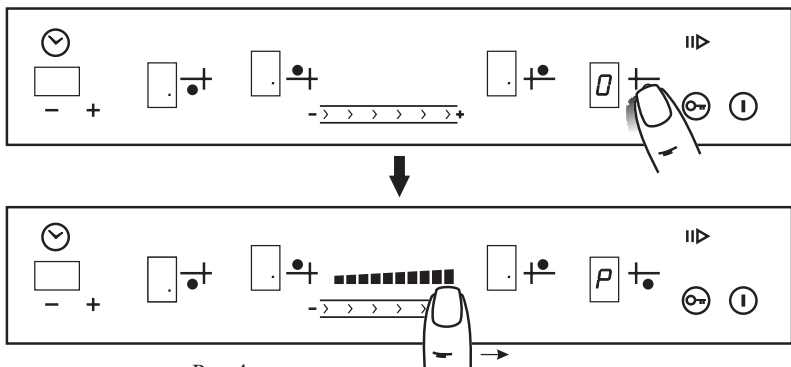

Рис.4
1. Коснуться зоны « $\text{\textcircled{2}}$ » с обозначением выбранной конфорки, после чего конфорка перейдет в режим управления. В соответствующем окне индикации загорится «0» (рис.4), во всех остальных окнах загорит точка.